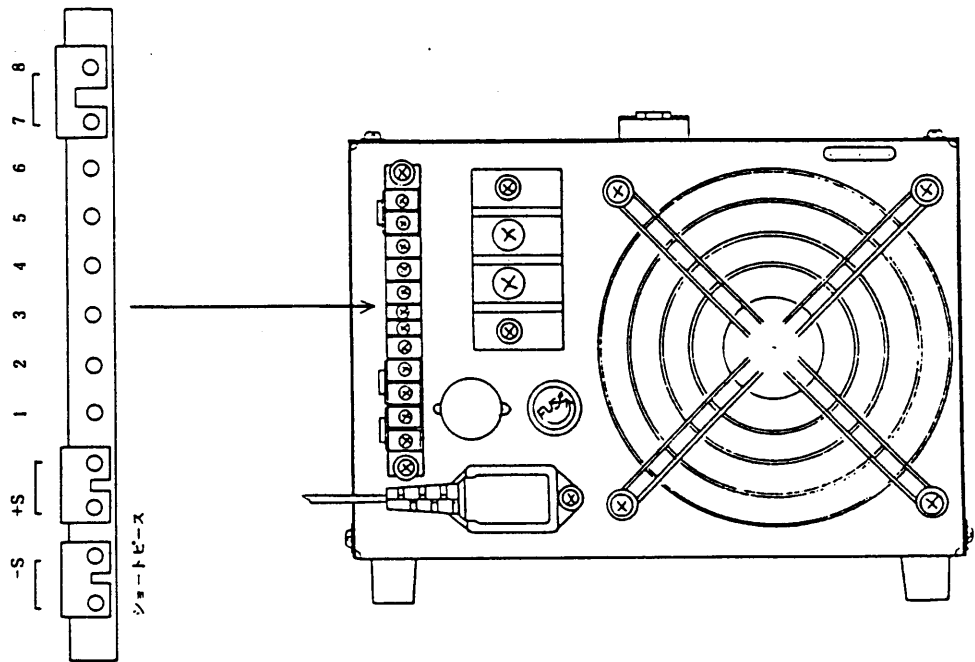

図 2-7-1
- (1) 電圧計の入力は、背面パネルの(図 2-7-1)制御端子台 ⑳の +S と -S 端子へ接続されています